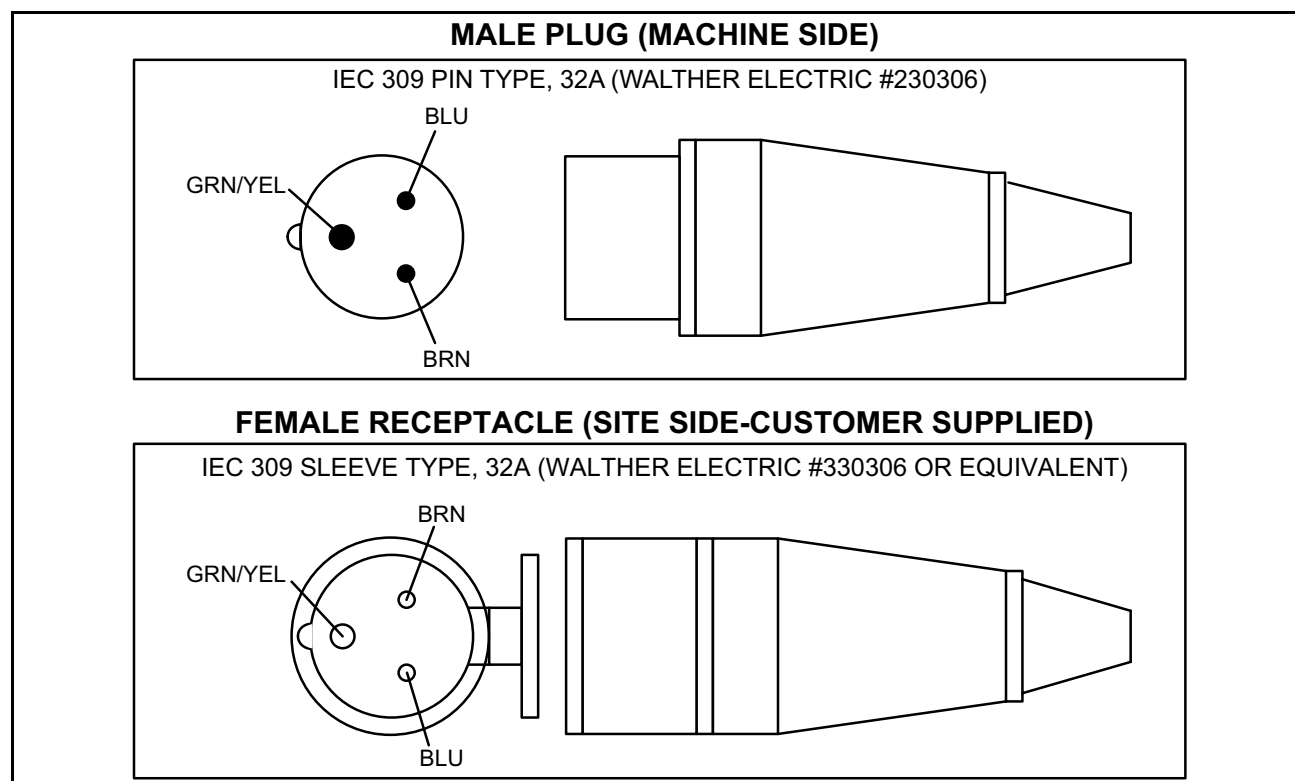

図 3-14: ヨーロッパ (EU) のプラグおよびコンセントの要件
プラグおよびコンセント設置の場合、IEC 309 スリーブタイプのコンセント (Walther Electric #330306 または同級) を使用してください。112 ページの図 3-14 のヨーロッパ (EU) のプラグとコンセントの図を参照してください。